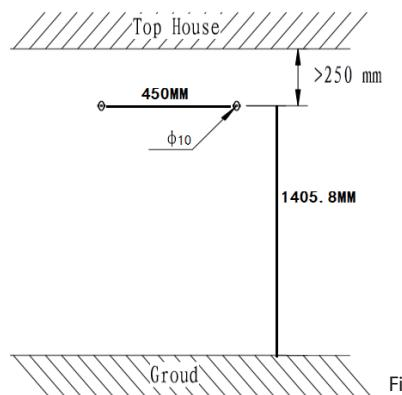

Fig 2
1. por favor, faça 2 furos de $\phi 10$ conforme a Fig 2 mostrou as dimensões.